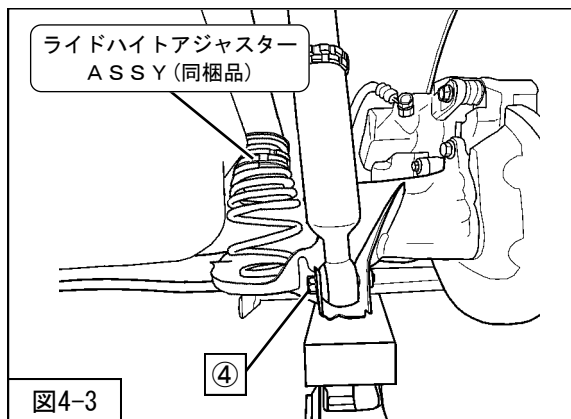

図4-3
- 6. アクスルに木片等を介してジャッキで下から支えながらライドハイトアジャスターASSY（同梱品）リアスプリング（同梱品）スプリングロアシート（純正部品）④リアショックアブソーバASSYロア取付ボルト（締付トルク：90N・m）を車両に取付けてください。（図4-3）